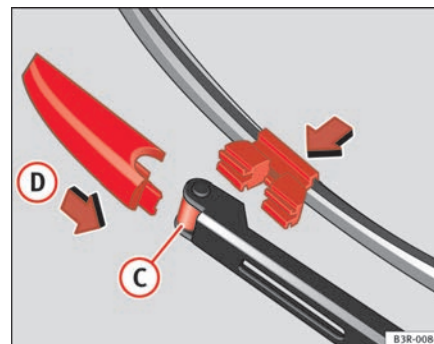

Fig. 178 Montaggio della spazzola
- Applicare la nuova spazzola al braccio del tergicristallo ⇒ fig. 178 **C**.